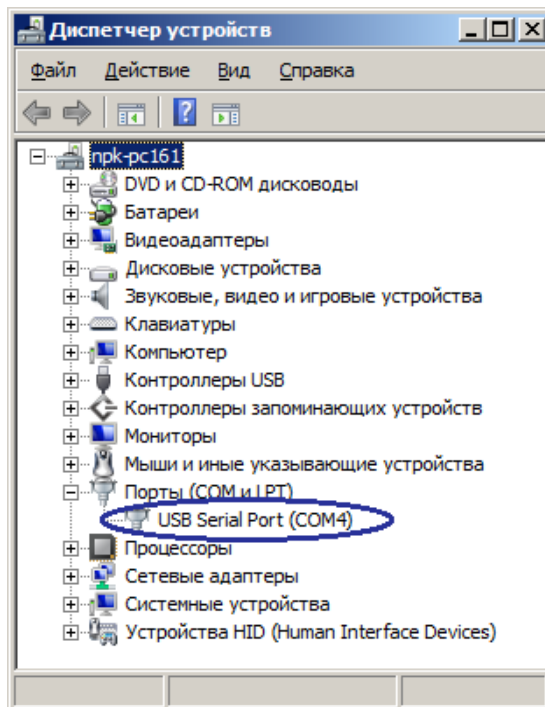

Рисунок 3.1 – Определение нового устройства в диспетчере устройств
3.2.4 Убедиться, что преобразователь определен как **USB Serial Port (COMx)**, где x – номер порта (см. рисунок 3.1). В нашем случае преобразователь определен как **USB Serial Port (COM4)**.